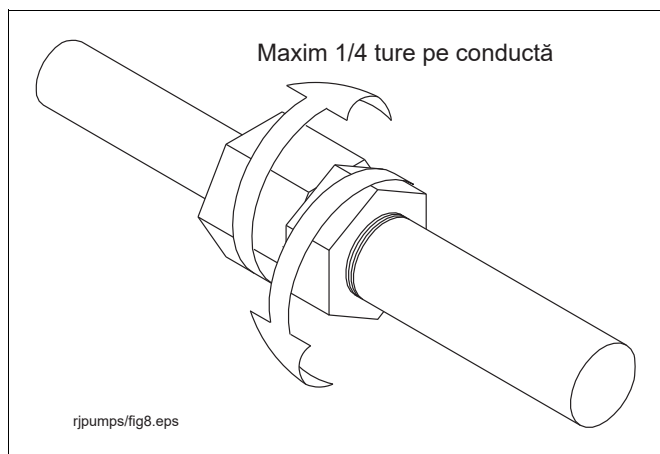

Figura 9. Desfacerea piuliței de blocare
4. Slăbiți asamblarea baionetă de pe conducta coloanei deșurubând șurubul de fixare din lateralul piuliței de blocare și apoi desfăcând piulița de blocare (vezi Figura 9).